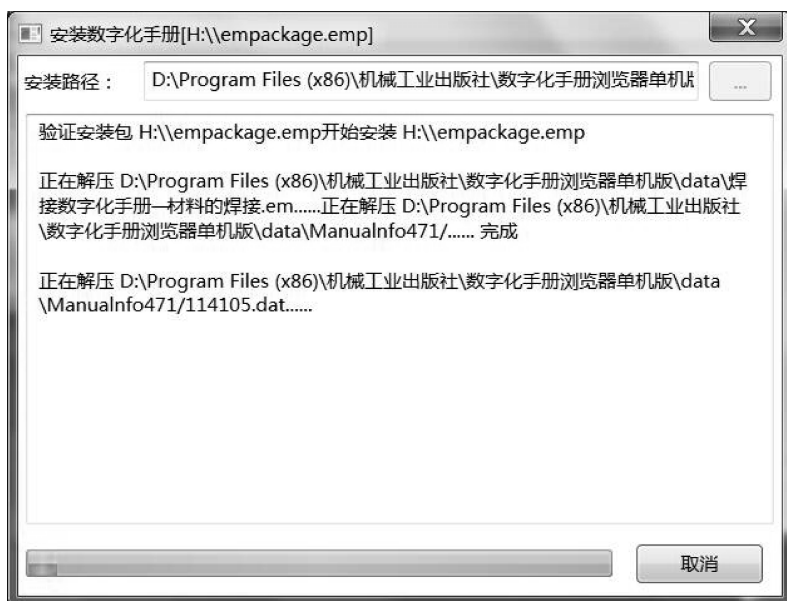

图 1-9 安装数字化手册
8) 数字化手册浏览器单机版安装完成后, 开始安装数字化手册 (图 1-9)。显示数字化手册的安装路径, 并验证安装包, 将数字化手册解压到指定目录。